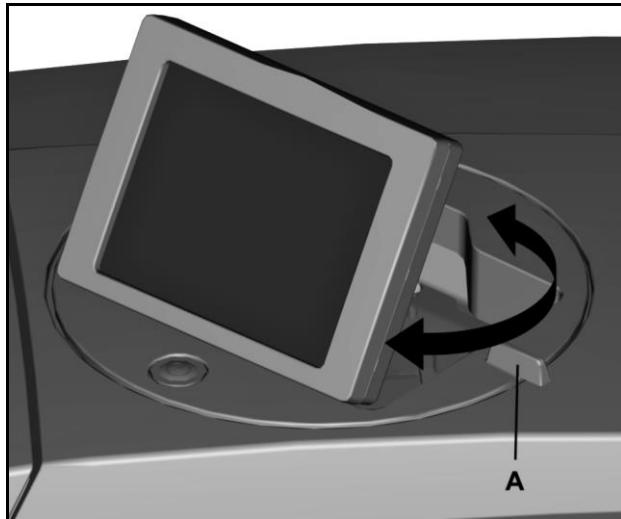

图 13 旋转触摸面板
- 2 使用其手柄 (A) 将触摸面板旋转至所需位置（参阅“图 13 旋转触摸面板”）。